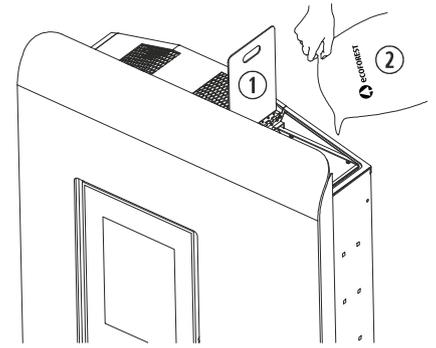

Figura 1
- 2.12. Para realizar a carga de combustível na estufa, devemos abrir a tampa do reservatório e esvaziar o saco de combustível com cuidado para evitar que o combustível transborde, ver *figura 1 (Ibiza)*. No modelo Kiev